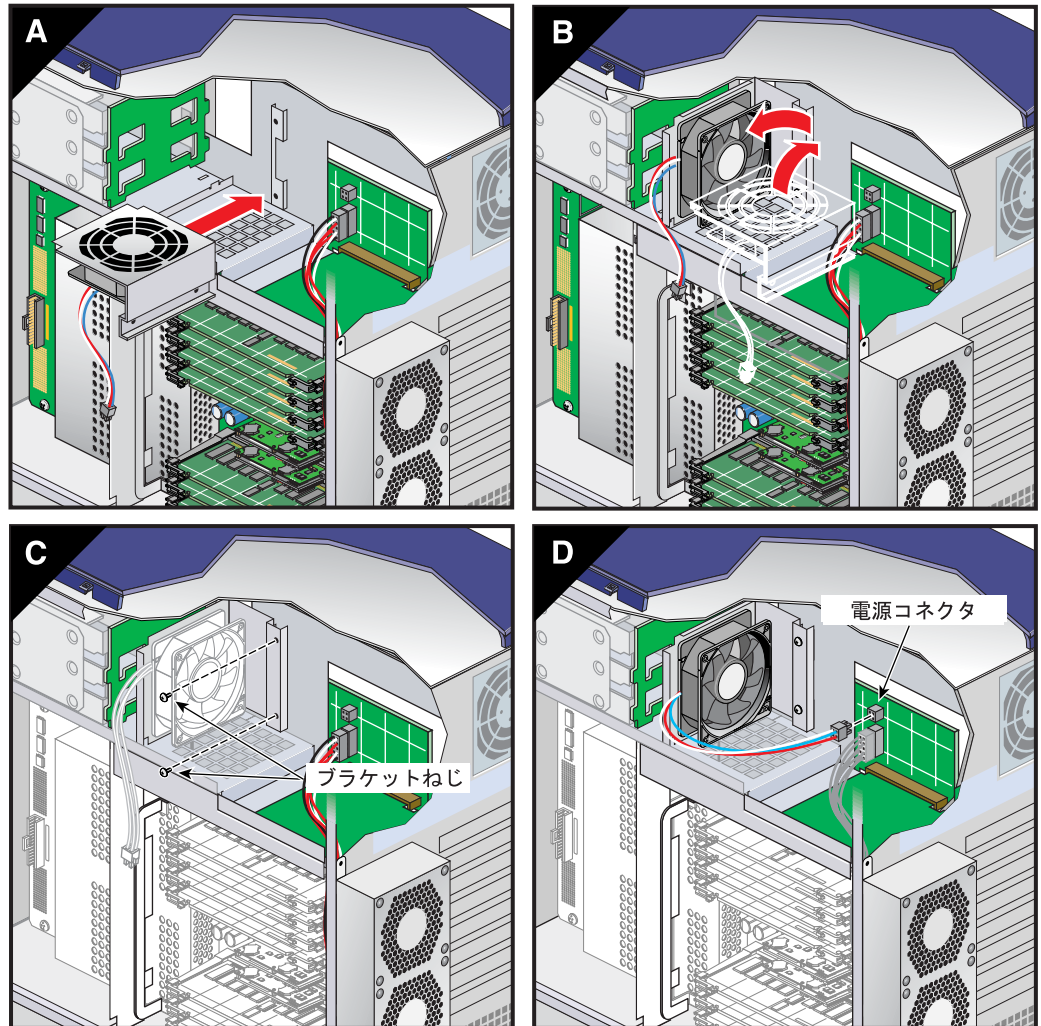

図 3-35 ハードディスク・ドライブ・ファンの取付け
3. 新しいファン・アセンブリを筐体に挿入します (図 3-35 を参照)。
- ファン・ブラケットのねじ穴を筐体フレームの穴に合わせます。ねじを取付けて、筐体にファン・ブラケットを固定します (図 3-35 を参照)。
- インタフェース・ボードにディスク・ドライブ・ファンの電源ケーブルを接続します (図 3-35 を参照)。